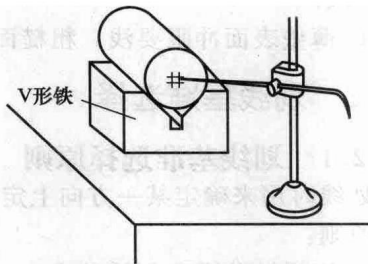

图 1-9 V形铁支承工件找中心
② 支承工具
a. V形铁 用于支承圆柱形工件，使工件轴线与划线平板平行，以便划中心线和找中心，如图 1-9 所示。